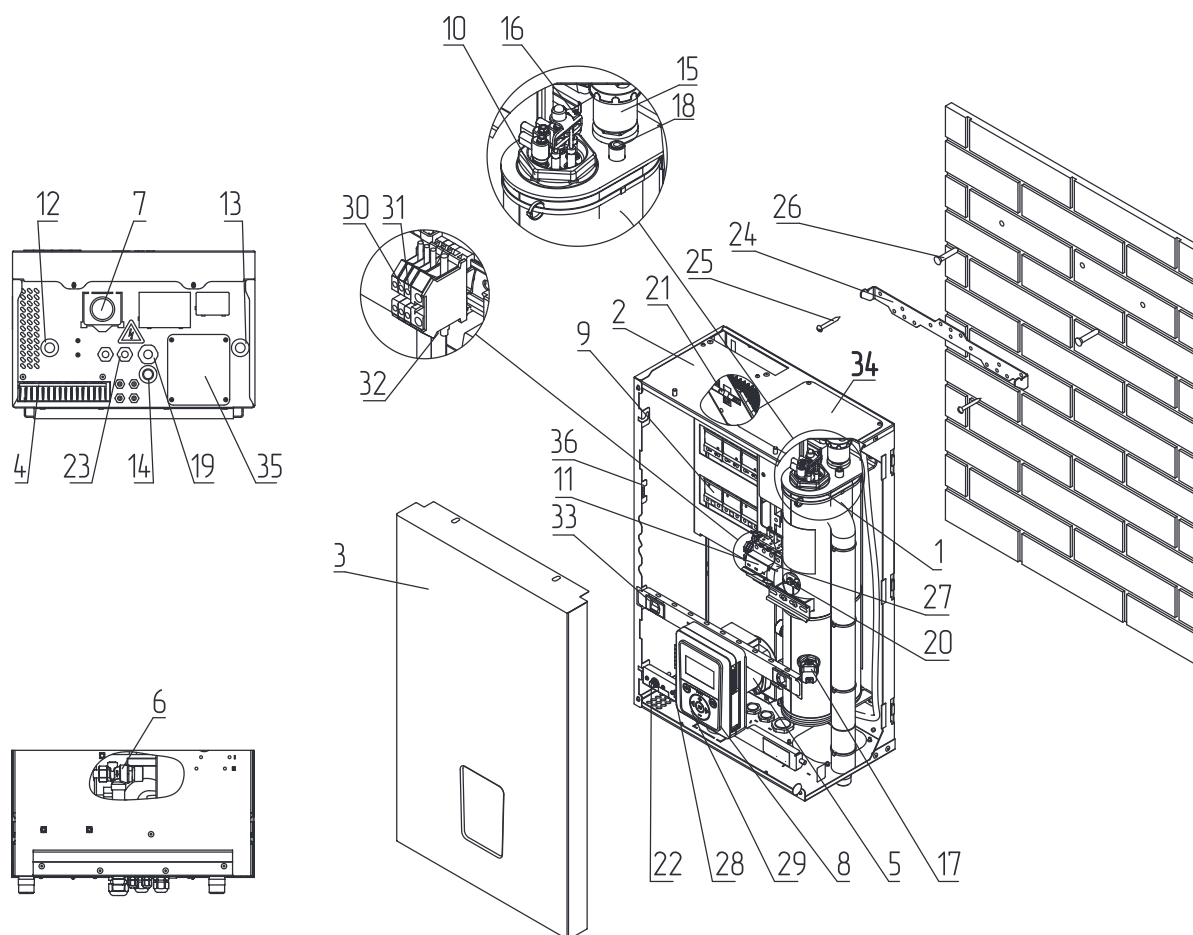
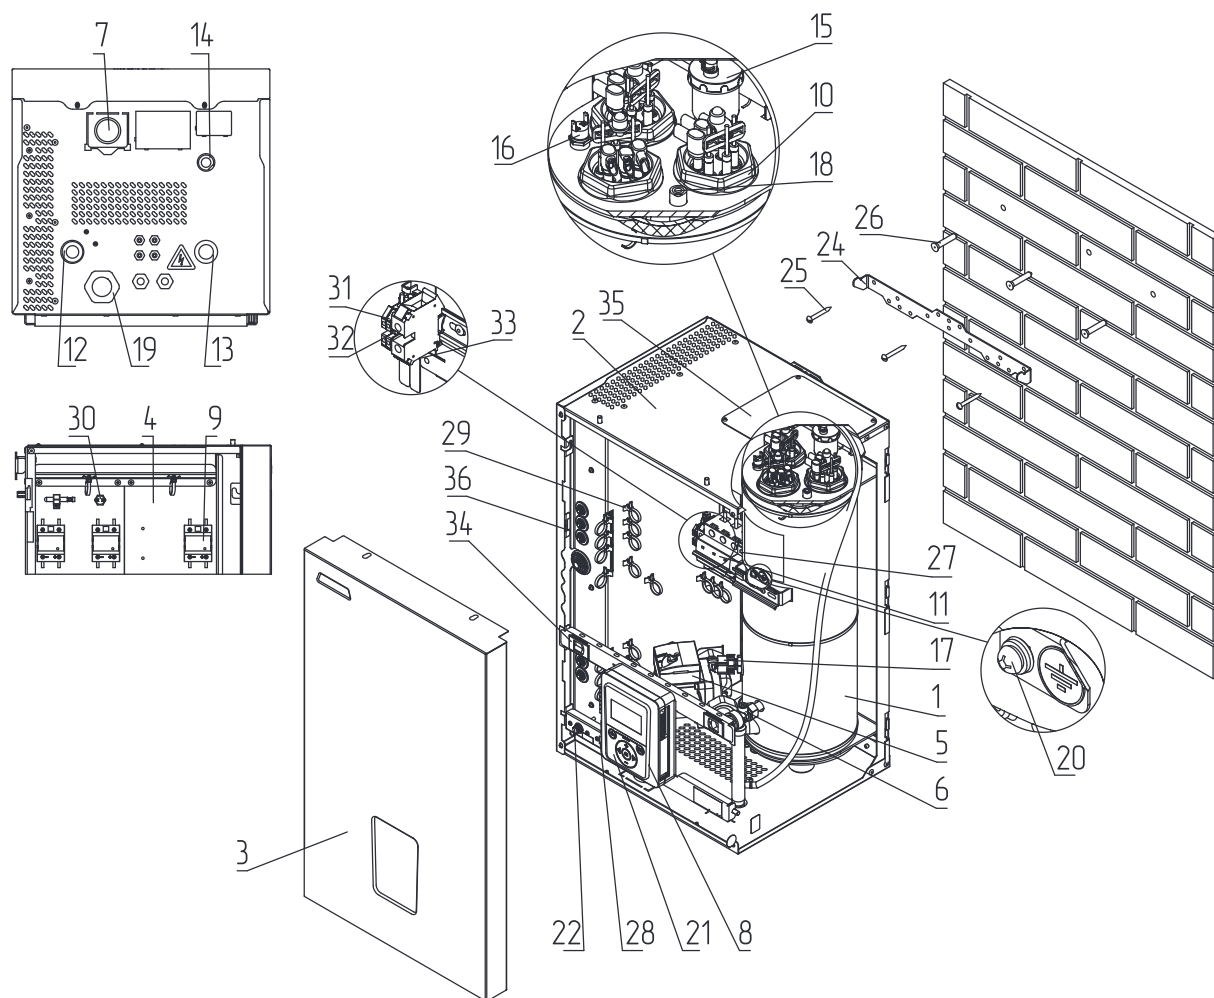

Рис.3 Устройство котла ZOTA MK-X Plus 6-24 кВт
Рис.4 Устройство котла ZOTA MK-X Plus 30-42 кВт
Закрепите настенный кронштейн на вертикальной поверхности в необходимом месте с помощью шурупов, входящих в комплект, и установите на него котел, как показано на **Рис.3**, **Рис.4**;
- Извлечь перемычки (**Рис.3, Рис.4, поз.32**);
- Подключить провода фазы «L» к колодке (**Рис.3, Рис.4, поз.30**);
- Подключить провода нейтральи «N» к колодке (**Рис.3, Рис.4, поз.31**).
- Включить вводной автомат (**Рис.3, Рис.4, поз.11**) вместе с расцепителем в верхнее положение;
- Перевести выключатель (**Рис.3, Рис.4, поз.28**) в положение ВКЛ;